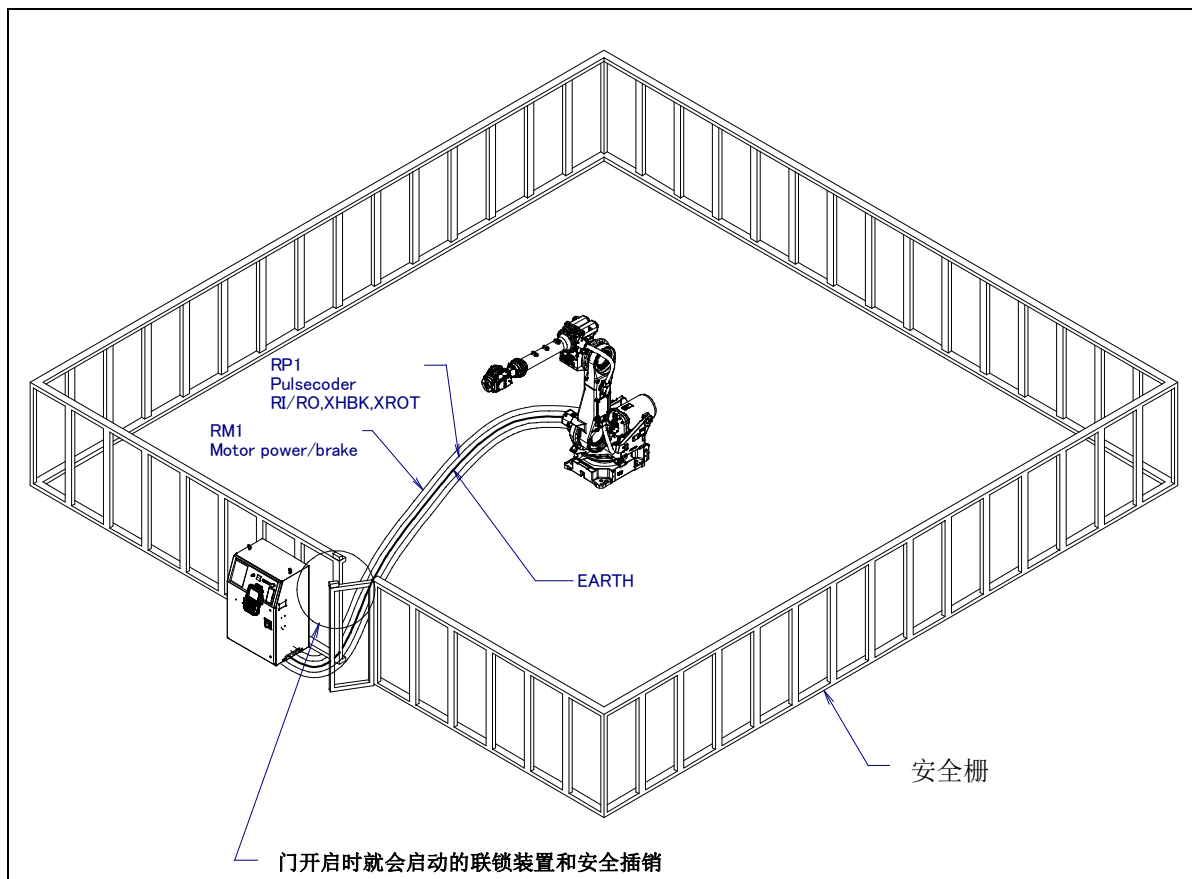

图 2.4.2 (a) 安全栅栏和安全门
- (9) 在进行外围设备的个别调试时，务必断开机器人的电源后再执行。
- (10) 在使用操作面板和示教器时，由于戴上手套操作有可能出现操作上的失误，因此，务必在摘下手套后再进行作业。
- (11) 程序和系统变量等的信息，可以保存到存储卡等存储介质中(选项)。为了预防由于意想不到的事故而引起数据丢失的情形，建议用户定期保存数据(见控制装置操作说明书)。
- (12) 搬运或安装机器人时，务必按照 FANUC 公司所示的方法正确地进行。如果以错误的方法进行作业，则有可能由于机器人的翻倒而导致使用者受重伤。
- (13) 在安装好以后首次使机器人操作时，务必以低速进行。然后，逐渐地加快速度，并确认是否有异常。
- (14) 在使机器人操作时，务必在确认安全栅栏内没有人员后再进行操作。同时，检查是否存在潜在的危險，当确认存在潜在危险时，务必排除危险之后再进行操作。
- (15) 在连接与停相关的外围设备(安全栅栏等)和机器人的各类信号(外部急停、栅栏等)时，务必确认停的动作，以避免错误连接。
- (16) 有关架台的准备，按照图 2.4.2 (c)，在安装或者维修作业时，请十分注意高地作业的安全。应考虑脚手架和安全皮带安装位置的确保。